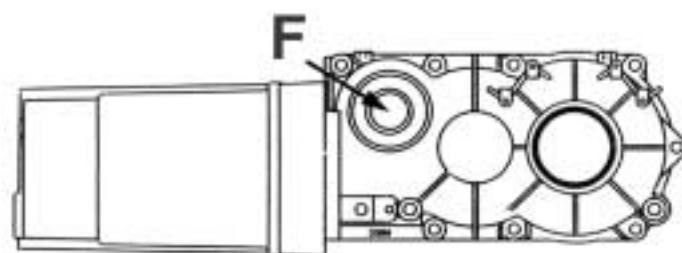

Fig. 13
Togliendo il coperchio della cassa si accede alla vite di regolazione della frizione meccanica (F) (Fig.13).